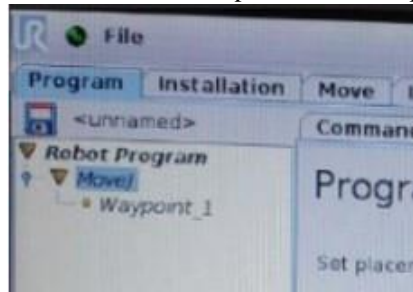

Figura 11: *MoveJ*
- 1.5. Se crea por defecto el movimiento *MoveJ* en el panel a mano izquierda de la interfaz (Figura 11).